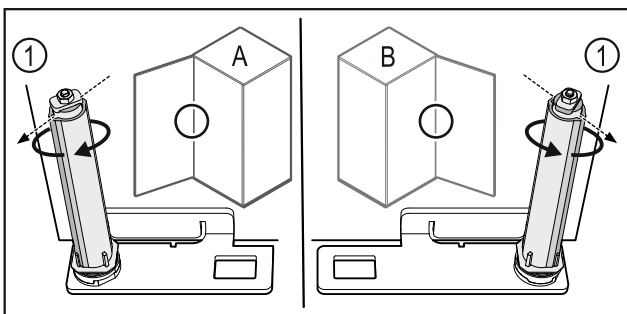

Fig. 55 Links scharnierend (A) / rechts scharnierend (B)
- ▶ Sluitsysteem tegen de weerstand in draaien tot het schot van het sluitsysteem Fig. 55 (1) naar buiten wijst.